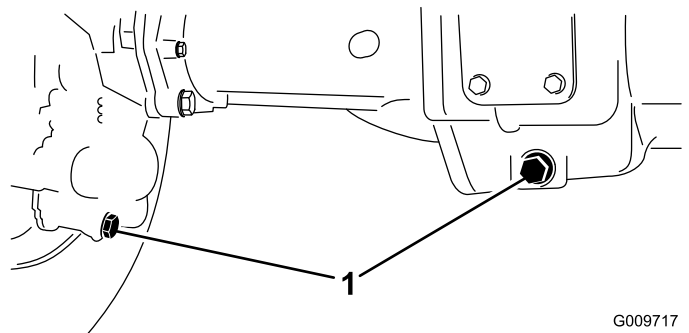

Figura 41
2. Limpie la zona alrededor de los tres tapones de vaciado, uno en cada extremo y uno en el centro (Figura 41).